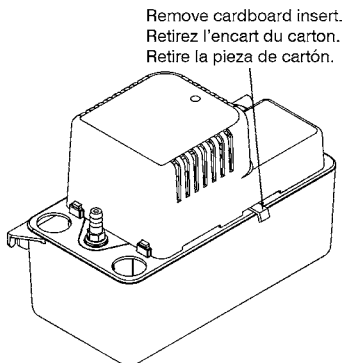

Figure 1
2. Carefully unpack the pump. Remove the cardboard packing from the motor cover air slots. Carefully slide the packing away from the pump. This packing is used to prevent switch movement during shipment (Figure 1).
2. Déballez la pompe avec précaution en faisant glisser l'emballage. Enlever l'emballage de carton des fentes d'aération qui se trouvent sur le couvercle du moteur. Cet emballage est destiné à éviter le mouvement des commutateurs pendant le transport (Figure 1).